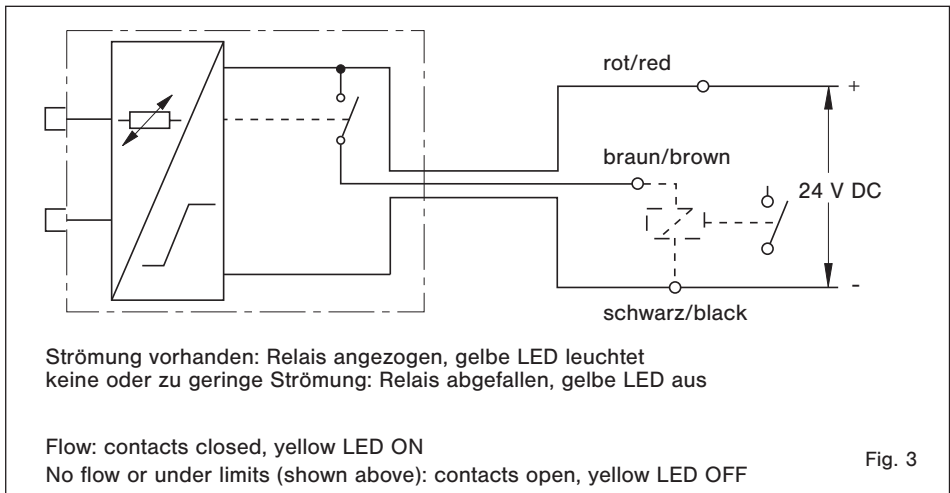

Fig. 3
- 1 Verbindung mit dem zugehörigen Kabel entsprechend dem Anschlussbild (siehe Fig. 3) herstellen.
- 1 Connect supply by means of the appropriate cable (see fig. 3).